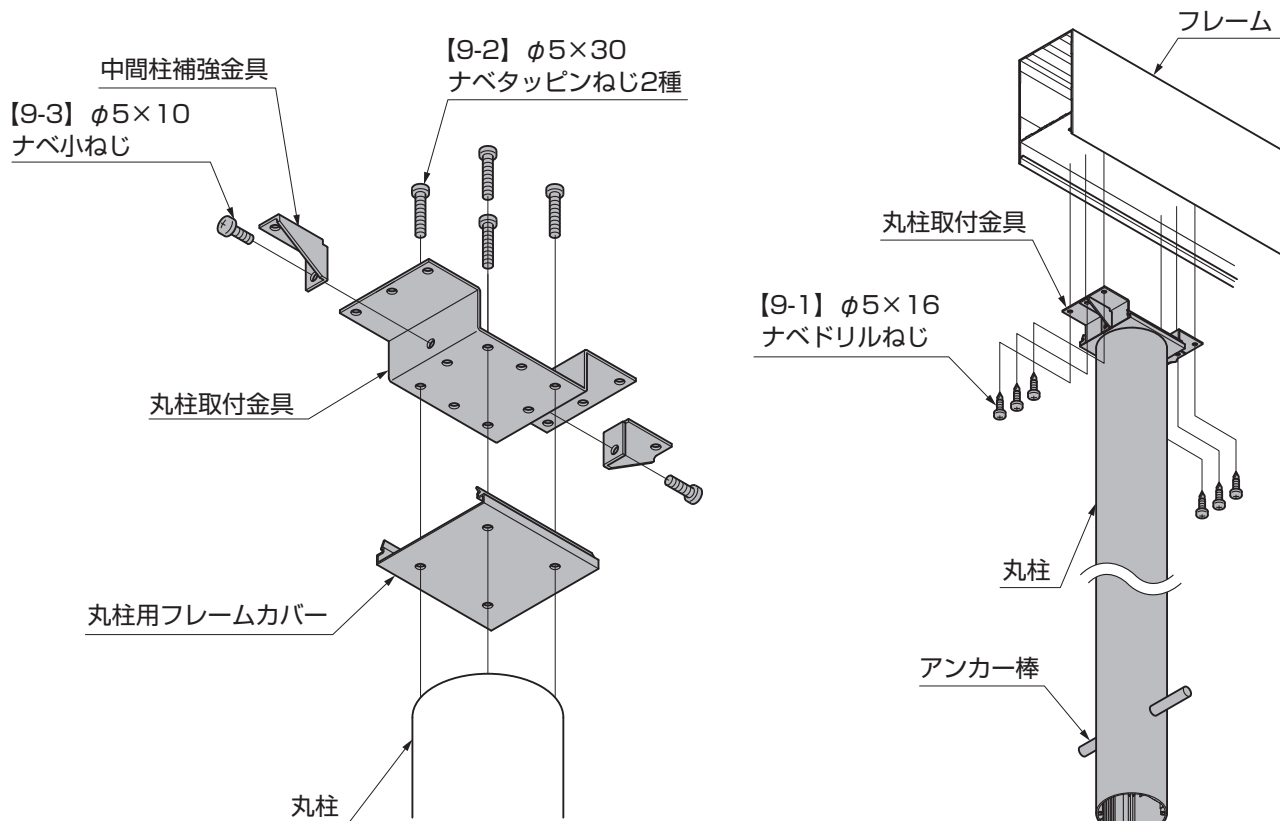

図4-24 丸柱の組立て
- ②丸柱取付金具に中間柱補強金具を【9-3】で取付けてください。(図4-24参照)
- ③丸柱取付金具、丸柱用フレームカバー、丸柱を【9-2】で取付けてください。(図4-24参照)